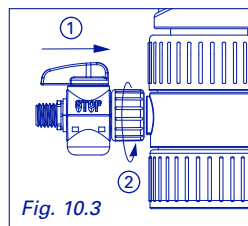

Fig. 10.3
- 2 Mount stopcock on dispenser (Fig. 10.3)
- 2 Sperrhahn montieren (Abb.10.3)
- 2 Monter le robinet (Fig. 10.3)